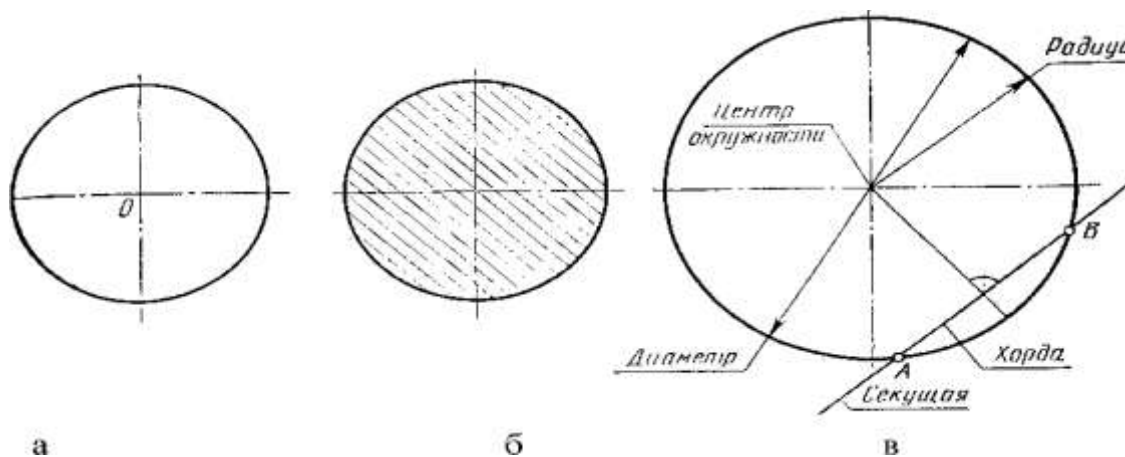

Рис. 21: а - окружность; б - круг; в - элементы окружности
**Окружность** - это замкнутая плоская кривая линия (рис. 21, а). Расстояние от
*Круг* - это часть плоскости, которую ограничивает окружность (рис. 21, б).
Часть окружности есть *дуга* (рис. 21, в). Через три точки, если они не лежат на одной прямой, можно провести только одну окружность.